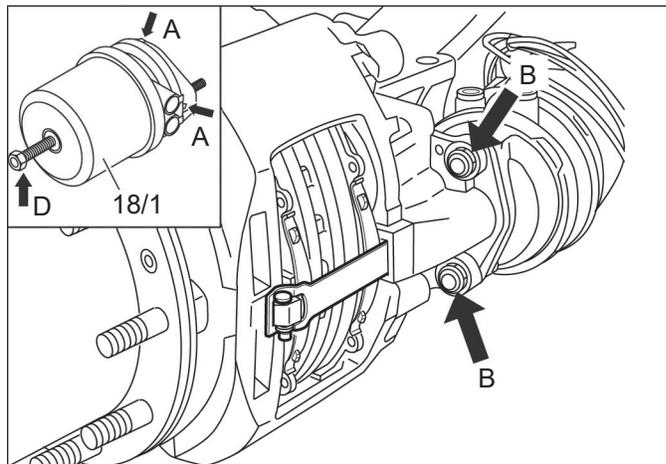

figura 4: enjaulamiento y extracción del accionador del freno de muelle tipo pistón
4. Inserte la herramienta de liberación (perno en T) a través de la cerradura de la herramienta de liberación y hacia la placa de presión. Hale la herramienta de liberación para asentarla correctamente en la placa de presión. Consulte la figura 4.
2. Mientras sostiene la cámara del freno en posición, retire y deseche las tuercas de montaje de la cámara del freno (consulte la figura 4, flechas señaladas con "B"). Retire la cámara de freno.
4. Con cuidado de no engrasar la membrana, instálela en su lugar en la cubierta protectora sin presión. *Consulte la figura 4* para ver la posición correcta para colocar la alineación de la membrana y la abrazadera en el siguiente paso.